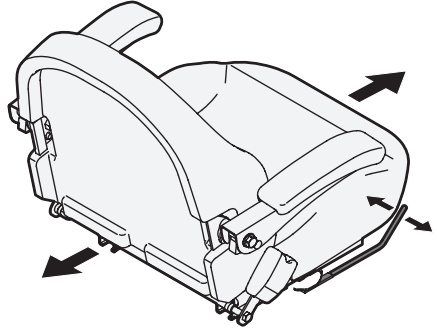

Figure 23
3. Relâchez le levier. Assurez-vous que le siège est bien dans la bonne position et bloqué avant d'utiliser l'appareil (Figure 23).